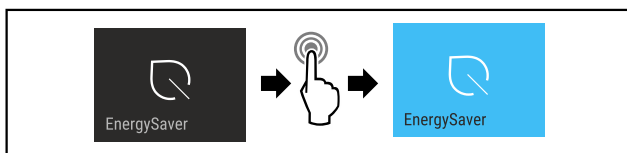

Fig. 15
▶ Выполните шаги действия (см. Fig. 15).